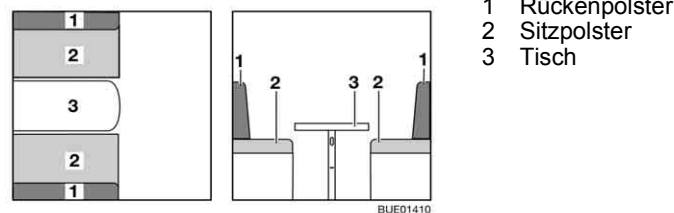

Bild 115 Vor dem Umbau
- Tisch (Bild 115,3) zum Bettunterbau umbauen (siehe Abschnitt 6.12).
- Die Rückenpolster (Bild 115,1) abnehmen
- Ein Sitzpolster (Bild 115,2) auf den Tisch ziehen.